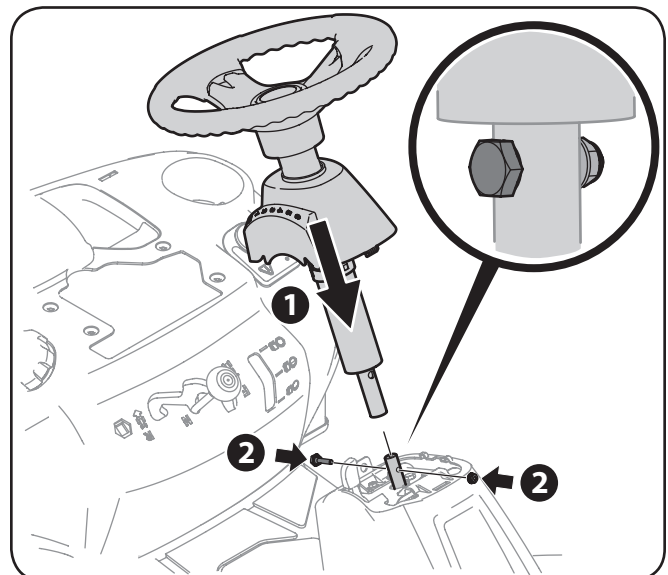

Figura 3-2
4. Baje el conjunto del volante sobre el eje inferior de la dirección y sujételo mediante el perno con reborde y la tuerca de seguridad que extrajo previamente. Vea la Figura 3-2.